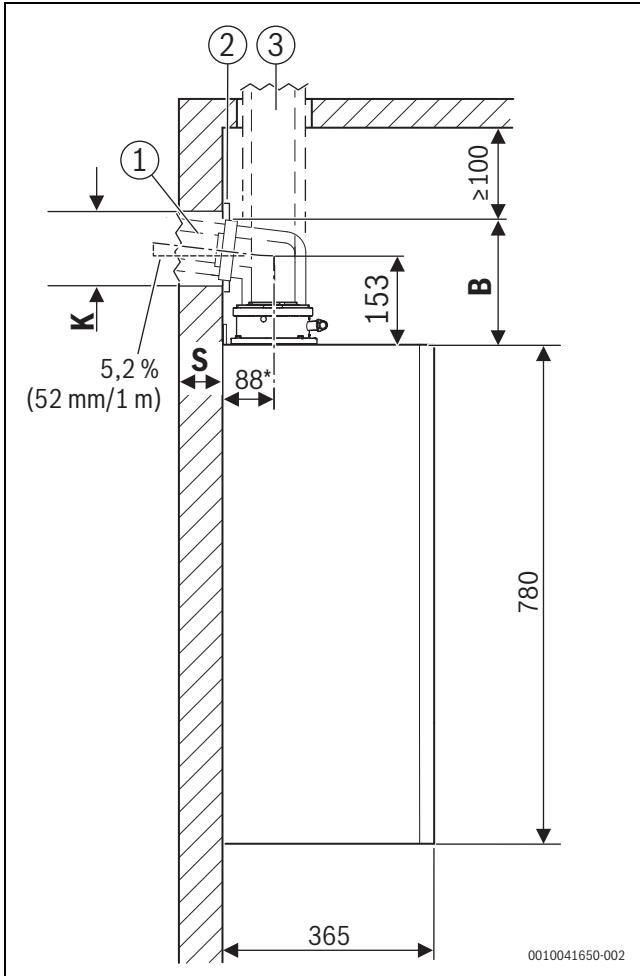

Bild 15 Seitenansicht (mm)
Abstand A und B → Bild 15, Seite 26.
- Ggf. Maß der Blende (→ Bild 15, Seite 26, [2]) addieren.